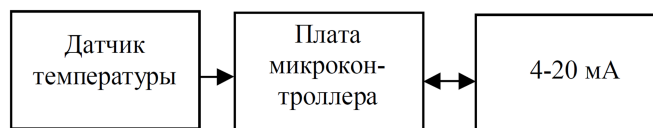

Рисунок 5 - Структурная схема преобразователя
1.4.1 Структурная схема преобразователей приведена на рис.5.